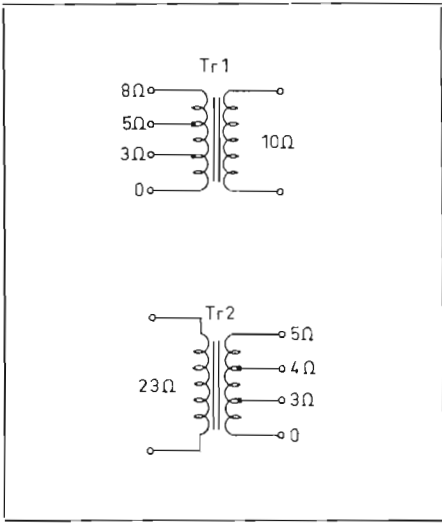

Fig 3
I fig. 3 ges lindningsdata för de båda transformatorerna Tr1 och Tr2. Där anges också det antal varv som fordras vid olika högtalarimpedanser. Om man så vill kan man förse resp. transformatorer med olika omkopplingsbara uttag för olika impedan-
- Tr1=ingångstransformator, se fig. 3
- Tr2=utgångstransformator, se fig. 3